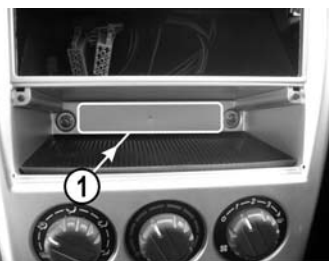

Рис.4 Расположение отверстия
- 5.5 В задней стенке (поз.1, рис.4) отсека "OPEN" сделать отверстие с минимальным диаметром 13 мм.